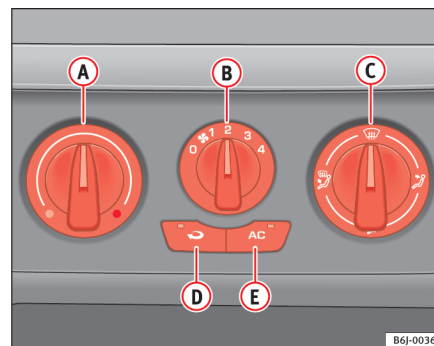

Fig. 88 Sur le tableau de bord : éléments de commande de l'air conditionné
- Les régulateurs \Rightarrow fig. 88 A et C et la commande B permettent de régler la température, la distribution de l'air et la vitesse de la turbine.
- Fermer les diffuseurs ③.
- Ouvrir et orienter les diffuseurs ④ vers les fenêtres latérales.
- ① Régulateur de température ⇒ page 131
- ② Commande du ventilateur. Le ventilateur peut être réglé sur quatre vitesses. À faible vitesse, il est recommandé de mettre le ventilateur au minimum sur la position 1 pour améliorer l'entrée d'air frais.
- ③ Régulateur de répartition de l'air ⇒ page 131